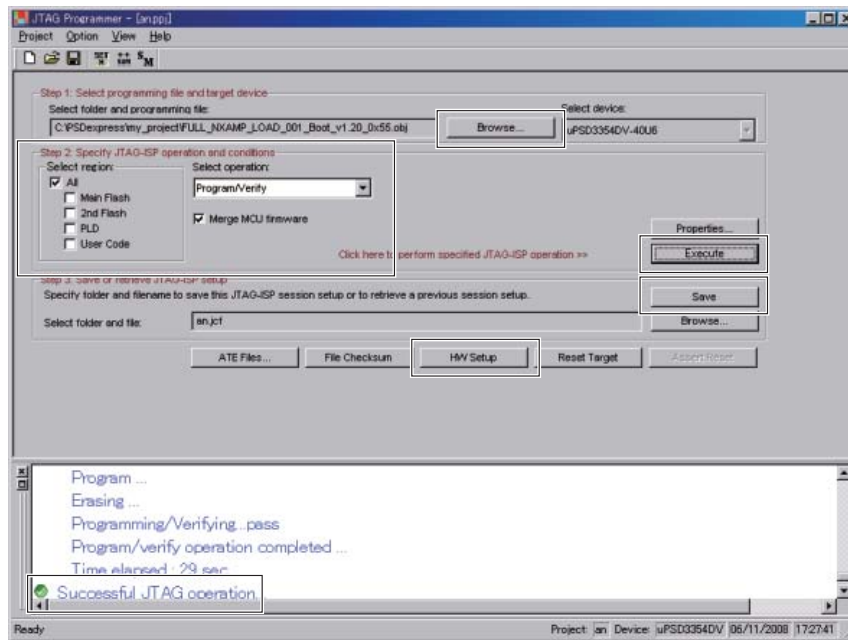

図 3 JTAG Programmer 画面
- 5) [Create] ボタンをクリックすると下記の JTAG Programmer 画面が表示されます。(図 3)